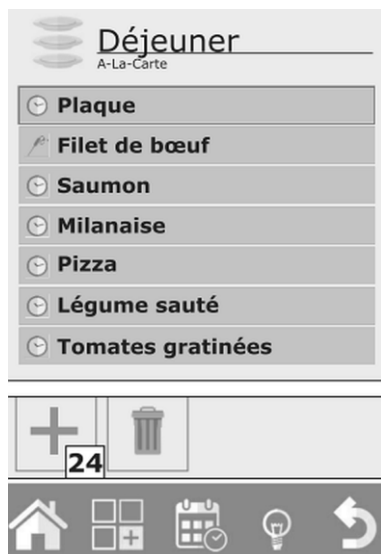

Fig. 31
2. Appuyer sur la touche « + » (24, Fig. 31).
5. Appuyer sur la touche « + » (24, Fig. 31) pour continuer et ajouter d'autres noms de plats.